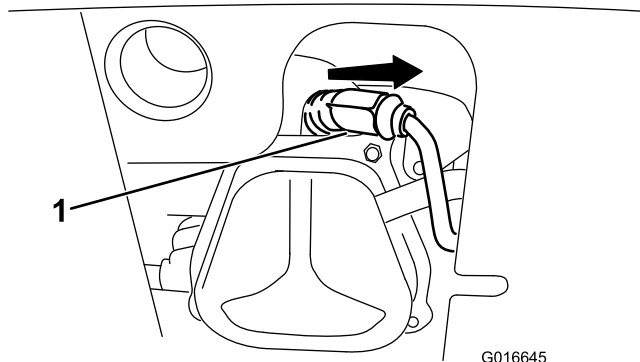

Figure 41
1. Enlevez le capuchon (Figure 41).